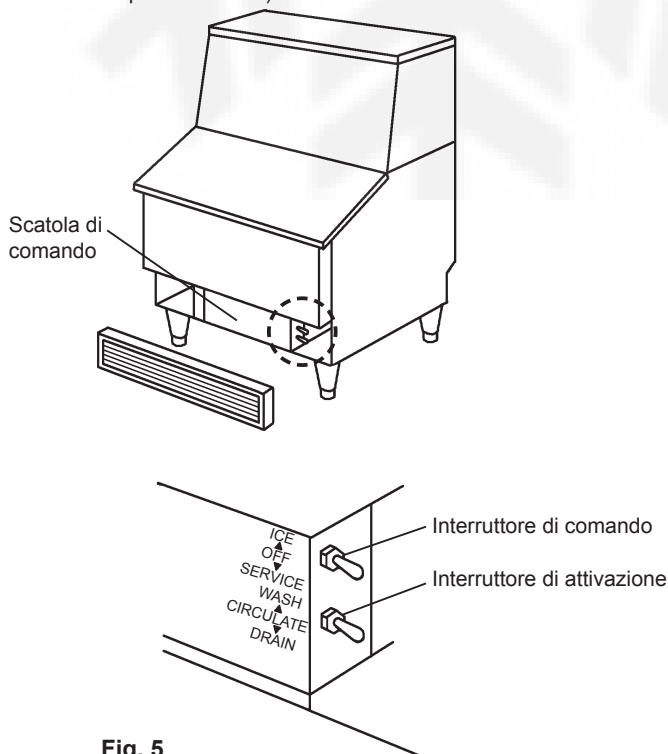

Fig. 5
- Spostare l'interruttore di comando sulla scatola di comando in posizione "OFF". Vedere Fig. 5.